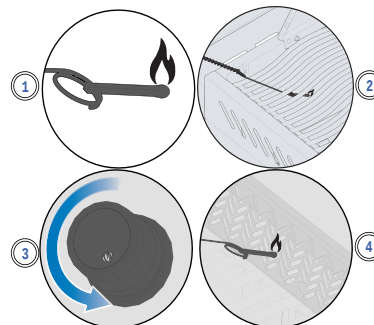

Fig. 4
3. På samme tid drejer du den tilsvarende brænderknap til højeste temperatur. (Fig. 4)